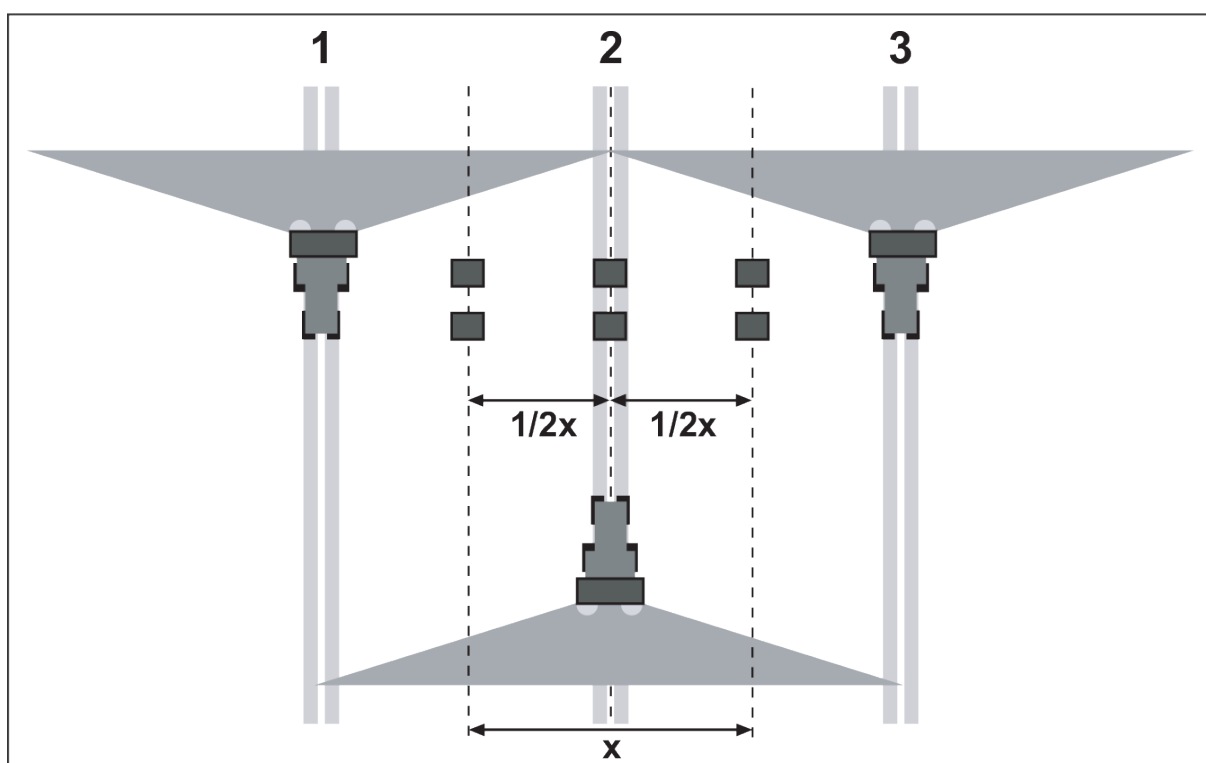

Fig. 52: Opstilling til tre kørsler
- ▶ Opstil to opsamlings-skåle med en indbyrdes afstand på **1 m** efter hinanden i overlappingszonerne (mellem køresporene) og i det midterste kørespor (Fig. 52).